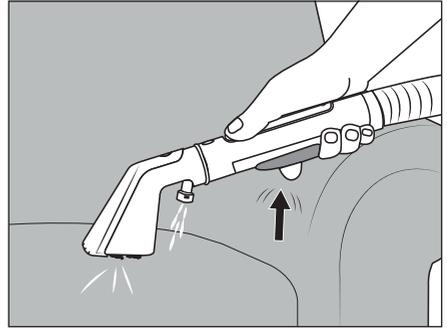

Fig. 6
(1) Al poner en funcionamiento el aparato, asegúrese de que los orificios de aspiración **23**/**31** de la boquilla para tapicería **22** o de la boquilla rinconera **29** no queden bloqueados por objetos sueltos, pelusas, pelos, etc. De lo contrario, la boquilla para tapicería **22** o la boquilla rinconera **29** podrían dañarse y dejar de funcionar correctamente. (2) Antes de la limpieza, compruebe la etiqueta del fabricante de la tapicería/alfombra/moqueta para ver si tiene indicaciones de cuidado especiales. Este aparato no es apto para materiales textiles delicados (p. ej., seda, piel, pelo "flokati", etc.). (3) Si utiliza productos de limpieza (vinagre de limpieza y productos de limpieza de tapicería), pruebe primero a limpiar con el aparato en una zona poco visible para garantizar que no se produzcan decoloraciones. (4) El aparato debe estar montado correctamente y el depósito de agua limpia **2**  debe estar lleno antes de ponerlo en funcionamiento. (5) Apague el aparato antes de cambiar la boquilla para tapicería **22** y la boquilla rinconera **29** entre sí. (6) Si el depósito de agua sucia **7**  se llena, el flotador **6** cierra el orificio de aspiración y el aparato funciona a mayor velocidad. Apague el aparato inmediatamente (consulte el capítulo **Limpieza del depósito de agua sucia**).
- ◆ Mantenga la boquilla para tapicería **22** unos 2-3 cm por encima de la zona que desee limpiar y pulse el botón de rociado **20** para rociar el agua/la solución de limpieza a través de la boquilla de rociado **26** (consulte la fig. 6).